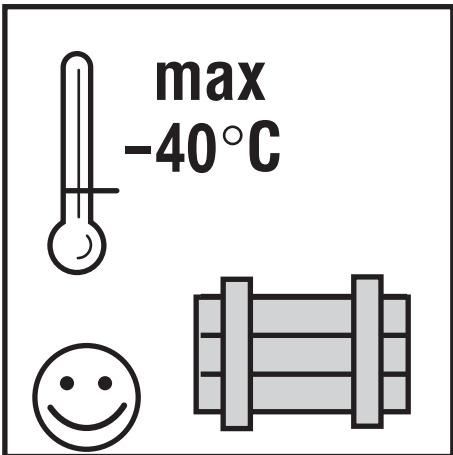

Fig.: 8
- Temperatura de almacenaje no inferior a -40° C si el motor contiene el líquido refrigerante original. Si éste ha sido sustituido por agua, no exponer el motor a heladas.(Fig.: 8)